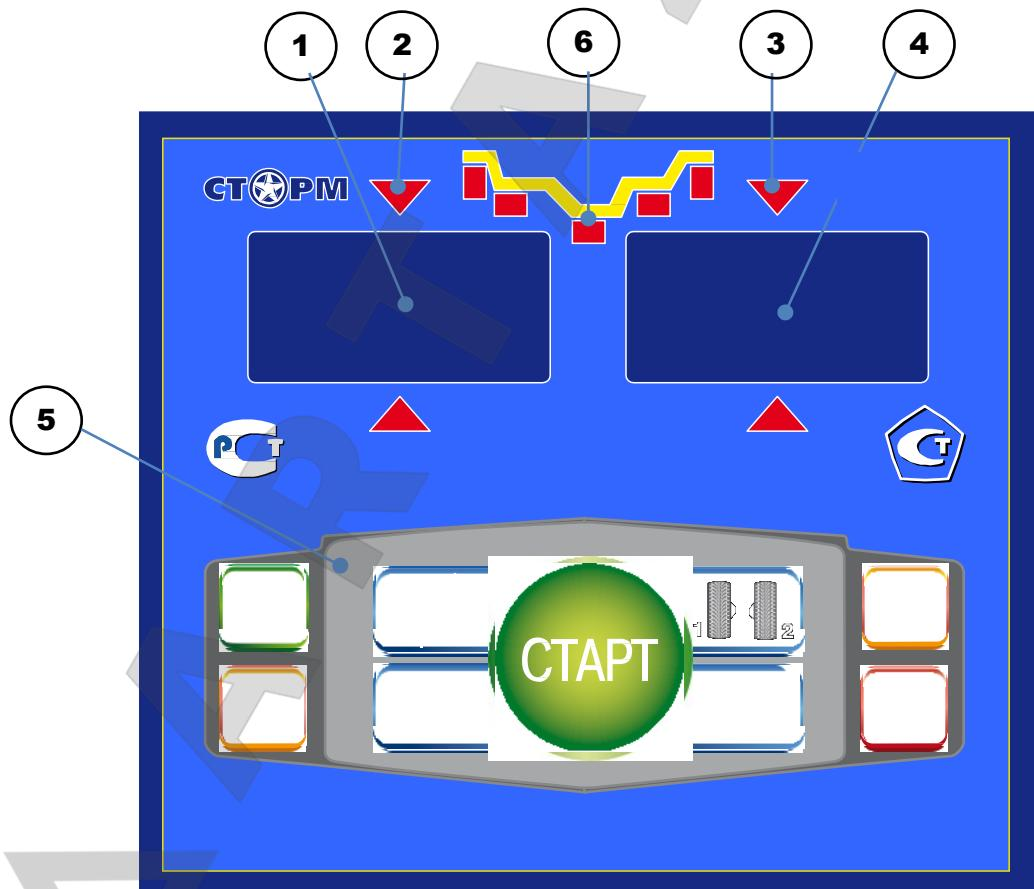

рис.8.1.
8.1. Общий вид лицевой панели показан на рис. 8.1.
При выдвижении штанги на индикаторах 1 (рис. 8.1) отображается значение параметра "A". Значение параметра "d" отображается на индикаторах 4.
Для ввода ширины нажмите кнопку "+" или "-" на индикаторах 1 (рис. 8.1) высветится "-b-", а на индикаторах 4 значение ширины диска. Через 2-3 сек после установки ширины индикаторы в режим отображения текущего дисбаланса.
Дважды нажать кнопку "A, d, b", после чего на индикаторах 1 (рис. 8.1) загорается символ "A", а на индикаторах 4 исходная величина дистанции. Нажимая кнопки "-" и "+" установить на индикаторах 4 требуемую величину дистанции. Через 2-3 сек после установки дистанции показания на индикаторах 1 и 4 возвращаются к отображению текущего дисбаланса, а кнопки "-" и "+" возвращаются в режим ввода ширины обода.
11.1. Переключение схем ALU1-ALU5 осуществляется последовательным нажатием кнопки "ALU" при этом схема установки грузов отображается загоранием соответствующих светодиодов 6 (рис.8.1), кроме того, на индикаторах 1 отображаются символы ALU, а на индикаторах 4 номер 1-5. Через 2-3 сек. после установки требуемой программы ALU индикаторы 1-4 переходят в режим отображения дисбаланса.
Эта функция обеспечивается тем, что каждый раз при вводе новых геометрических параметров и установке требуемой программы ALU, предыдущее состояние запоминается. Для перехода от одного набора параметров к другому необходимо нажать кнопку "1-2". Визуальный контроль того, какие параметры установлены в данный момент, осуществляется нажатием "A, d, b" на индикаторах 4 (рис.8.1) будут последовательно отображены, установленные в данный момент диаметр и ширина обода и дистанция.
14.1. При включении тумблера питания СБ на индикаторах 1 (рис. 8.1) высвечивается трёхзначное число -номер версии программного обеспечения. Через 2-3 сек на индикаторах 1 и 4 должны загореться нули, кроме того должны загореться светодиоды 6, что свидетельствует о включении режима стандартной балансировки с установкой на обеих плоскостях коррекции грузиков на пружинках. На светодиодах 2 и 3 (рис. 8.1) должны загореться оба светодиоды.
14.2. При включении СБ программа измерения дисбаланса настраивается таким образом, что дисбаланс менее 8 г (заводская установка) на любой плоскости коррекции не показывается, в этом случае на индикаторах 1 и 4 (рис. 8.1) высвечиваются "0". Минимальный дисбаланс отображающийся на индикаторах 1 и 4 равен 8г. Дисбаланс, превышающий 8г, округляется до величины кратной 5, т. е. дисбаланс 9, 10, 11 и 12 г отображается цифрой 10, дисбаланс 13, 14, 15, 16 и 17 г - цифрой 15 и т. д. Для просмотра неокруглённого значения дисбаланса или дисбаланса менее 8г. необходимо нажать кнопку "<", при этом на индикаторах 1 и 4 на 2-3 сек высвечиваются фактические значения дисбаланса, определённые в данном запуске.
14.5.1. Поднимите защитный кожух. Вручную поворачивайте колесо в направлении, которое показывают светодиоды 2 и 3 (рис. 8.1.) до тех пор, пока не загорятся оба светодиода и начнут мигать вместе с значением массы корректирующих грузов.